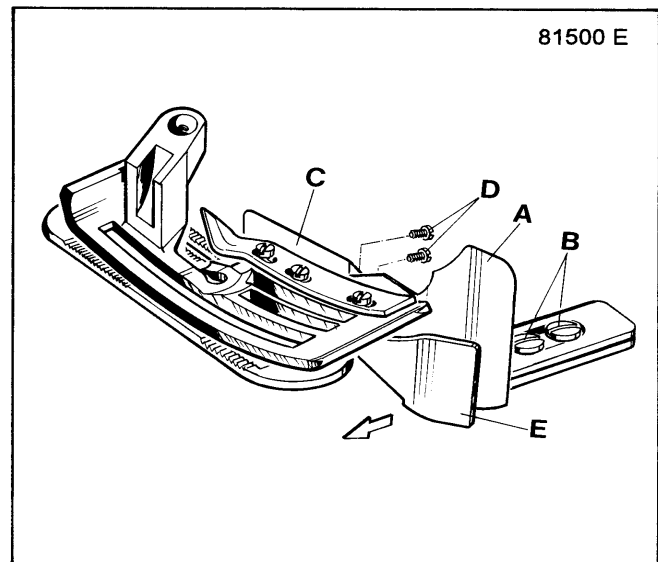

Fig. 6 A
Ajuste la guía tope (A, Figs. 6 y 6A) tan cerca como sea posible al pie prensatelas, pero sin tocarlo. Cuando suelte los dos tornillos (B) la guía tope (A) podrá moverse lateralmente. Reajuste los tornillos de nuevo.
Ajuste la lengüeta de costura (C, Figs. 6 y 6 A), de manera tal que la parte trasera del lazo del hilo desliza sobre la lengüeta hacia el tejido, mientras la parte delantera del lazo del hilo queda retenida hasta que la aguja entra al lazo del hilo. Después de soltar los tornillos (D) la lengüeta de costura (C) podrá moverse hacia adelante o hacia atrás. Cuando la lengüeta de costura se mueva hacia atrás, la parte frontal del lazo del hilo quedará retenida por mas tiempo. Reajuste los tornillos (D) de nuevo.
Ponga la guía tope ajustable (E, Fig. 6 A) tanto hacia la izquierda como sea posible para que los bordes de las telas queden paralelos y uno frente al otro cuando se abra la costura.